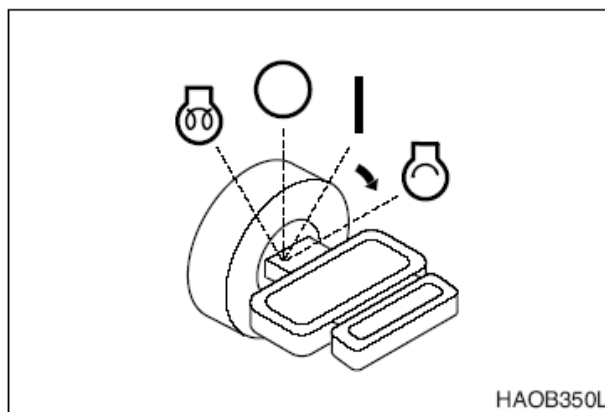

Рис. 10
5. После загорания индикатора завершения предпускового подогрева, сразу повернуть ключ зажигания в положение запуска "START" (рис. 10). Двигатель должен запуститься приблизительно через 5 секунд.